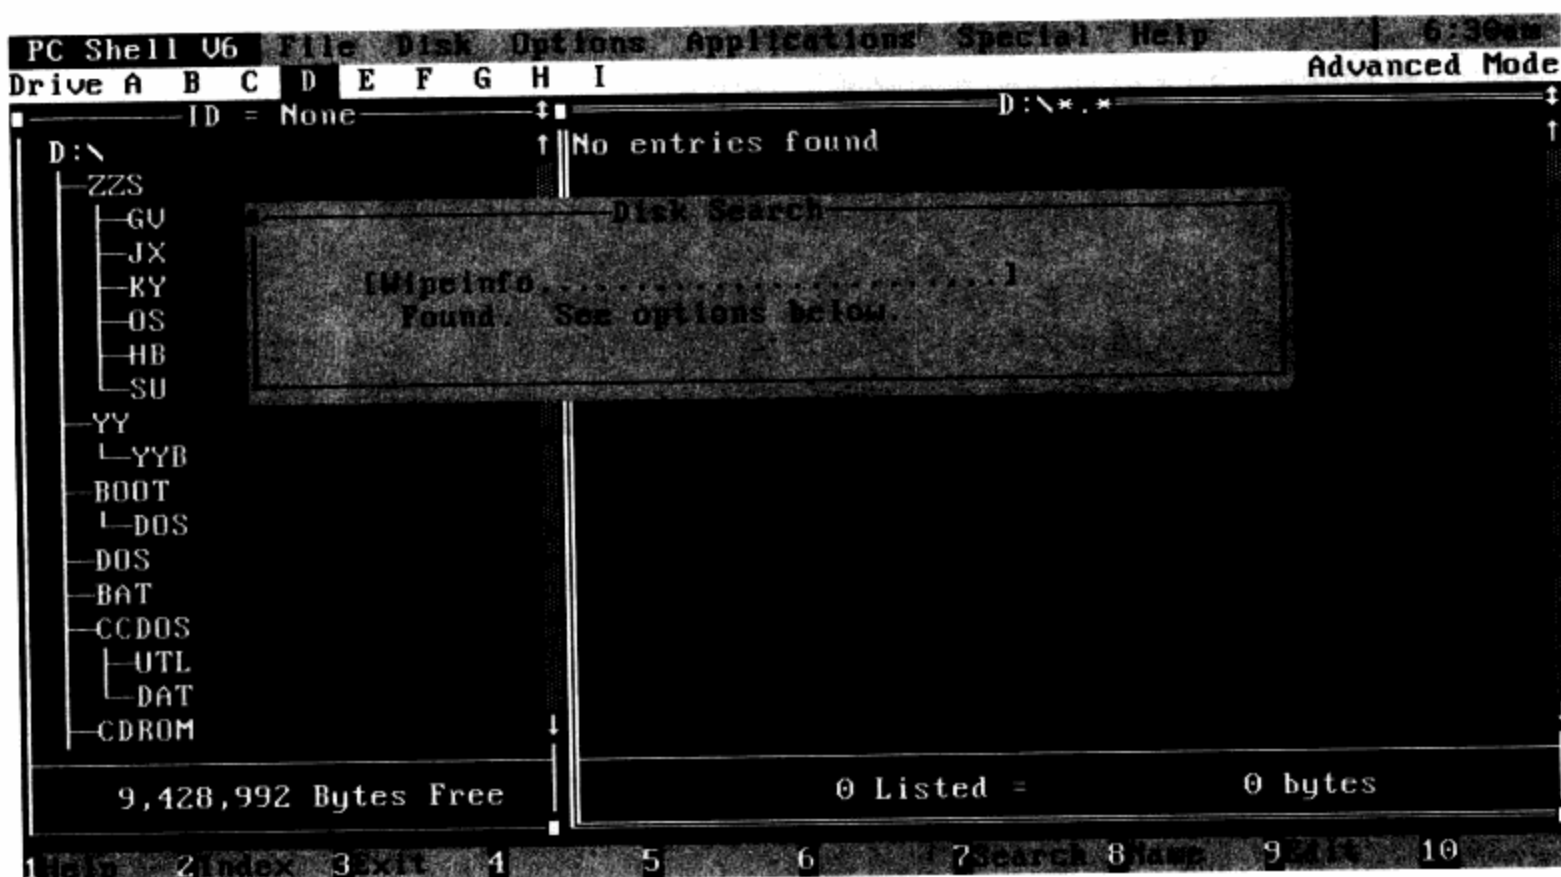

图13-37 已经查找到特征字符串的提示框图
**步骤 03** 如果搜索到特征字符串，屏幕将会出现提示框图。如图13-37所示。